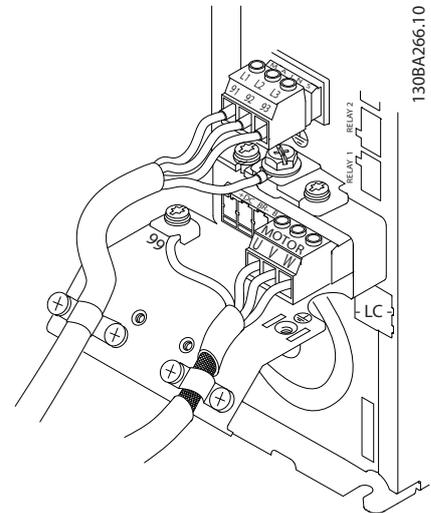

Abbildung 4.15 Erdung mit abgeschirmtem Kabel
Erdungsschellen werden für Motorkabel mitgeliefert (siehe Abbildung 4.15).
Abbildung 4.15 zeigt vereinfachte Anschlussbilder für Netzanschluss, Motor und Erdung eines Frequenzumrichters. Die jeweiligen Konfigurationen ändern sich je nach Gerätetypen und optionaler Ausrüstung.
- Schließen Sie die 3 Phasen des Netzeingangs an die Klemmen L1, L2 und L3 an (siehe *Abbildung 4.15*).